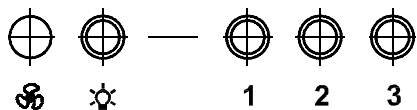

РИС. 11
7.2.1 Кнопочный переключатель (рис.11) с лампой индикации имеет четыре кнопки с фиксацией.